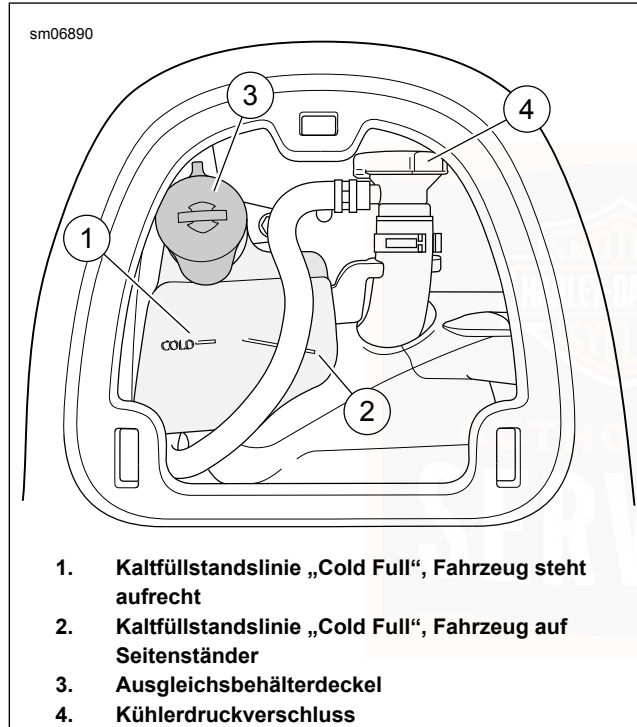

Abbildung 73. Kühlmittelstand
Siehe Abbildung 73. Auf dem Kühlmittelbehälter befinden sich zwei Markierungen. Die schräge Markierung (2) verwenden, wenn das Motorrad auf dem Ständer abgestellt ist.
2. Siehe Abbildung 73. Überprüfen, ob der Kühlmittelstand im Kühlmittelbehälter auf oder knapp über der Markierung „COLD“ (1) steht.